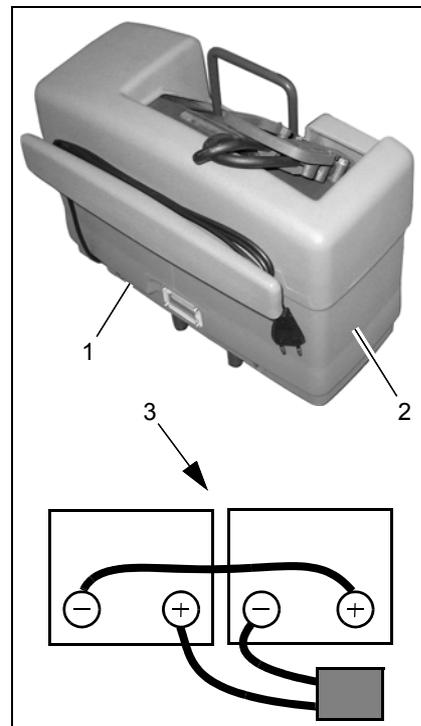

Fig.15
4. Desaperte os 4 parafusos (Fig. 15/1) e remova a tampa (Fig. 15/2).
2. Ligue os polos das baterias de acordo com o esquema (Fig. 15/3) usando os cabos de ligação. Garanta que estão correctos.
3. Coloque a tampa (Fig. 15/2) fixando-a com os 4 parafusos.